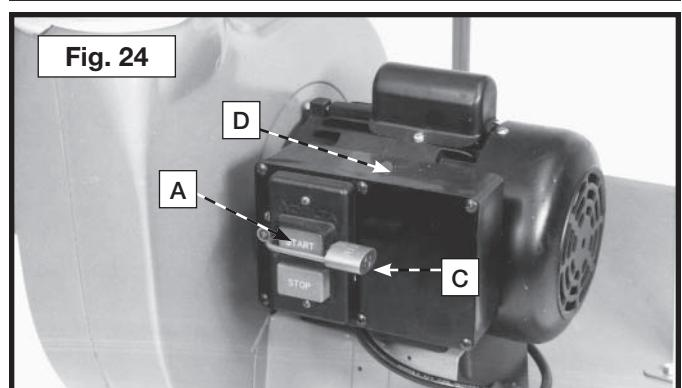

Fig. 24
IMPORTANT : lorsque l'appareil est inutilisé, l'interrupteur devrait être cadenassé en position d'arrêt pour empêcher une utilisation non autorisée. Utiliser un cadenas (C), fig. 24, avec une boucle de 4,8 mm (3/16 po) de diamètre.